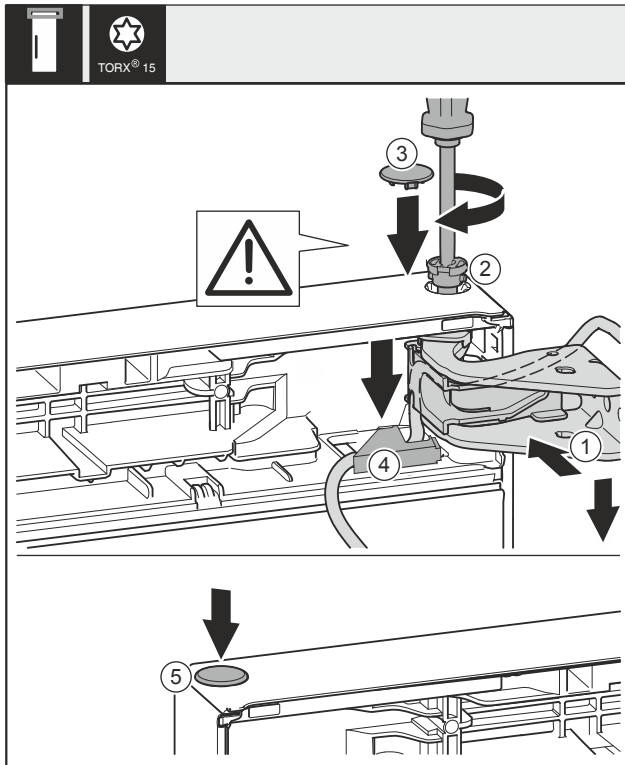

Fig. 43
- Niveloni derën lart për hapjen e saj në bazamentin mbështetës Fig. 43 (1).
- Futni bulonin Fig. 43 (2) dhe mbërthejeni me një kaçavidë.
- Montoni kapakun mbulues të siguresës për sigurimin e derës: Vendosni kapakun mbulues të siguresës Fig. 43 (3) dhe kontrolloni nëse ai puthitet te dera. Nëse jo, futeni bulonin plotësisht.
- Vendosni kapakun mbulues Fig. 43 (4) dhe shtyjeni për poshtë derisa të mbërthehet në vend.
- Vendosni tapën Fig. 43 (5) në vend.